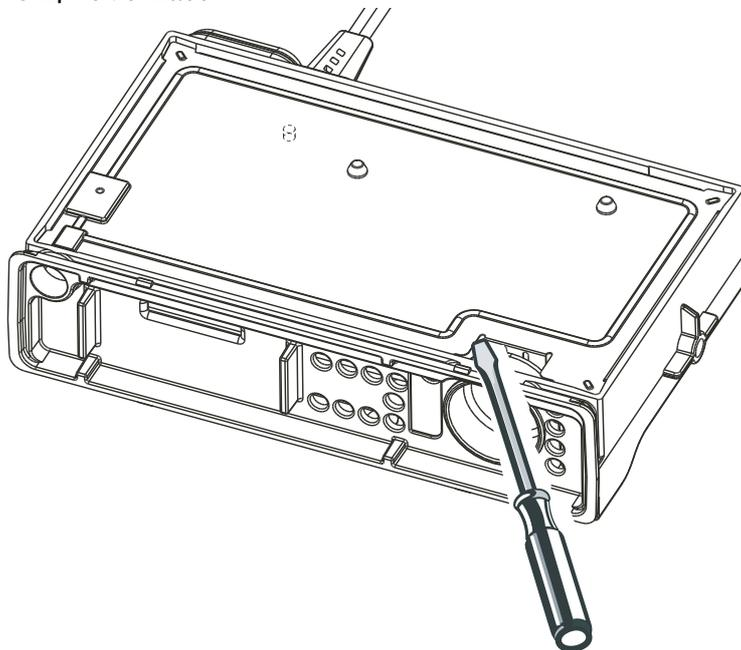

Рис. 2-6 Снятие основного предохранительного щитка
1. Вставьте плоское лезвие отвертки в зазор между основным предохранительным щитком и шасси (над вырезом для динамика) и отожмите предохранительный щиток вверх. См. Рис. 2-6.